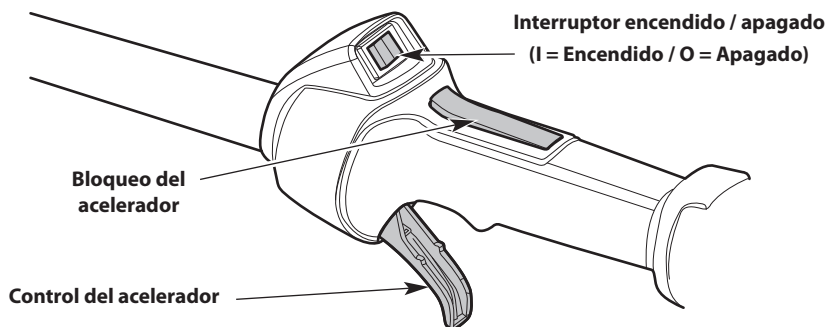

Fig. 10
NOTA: No es necesario encender la unidad. El interruptor de encendido/apagado está en la posición **Encendido (I)** en todo momento (Fig. 10).
4. Oprima y mantenga el bloqueo de acelerador. Apriete y mantenga oprimido el control del acelerador (Fig. 10).
2. Oprima y mantenga apretado el interruptor de encendido/apagado en la posición **Apagado (O)** hasta que el motor se pare por completo (Fig. 10).